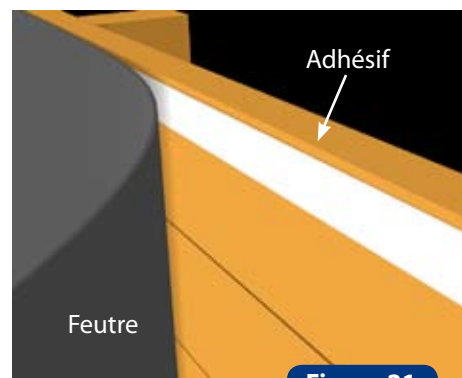

Figure 21
- Collez l'adhésif double face, pan par pan, en l'alignant au sommet des bastinges supérieures (figure 21)